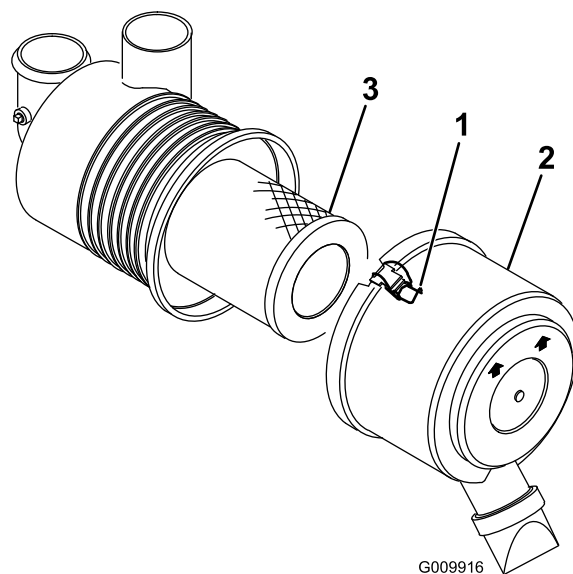

Figura 44
1. Rilasciate i fermi che fissano il coperchio del filtro dell'aria al relativo corpo (Figura 44).
4. Togliete il filtro e scartatelo (Figura 44).